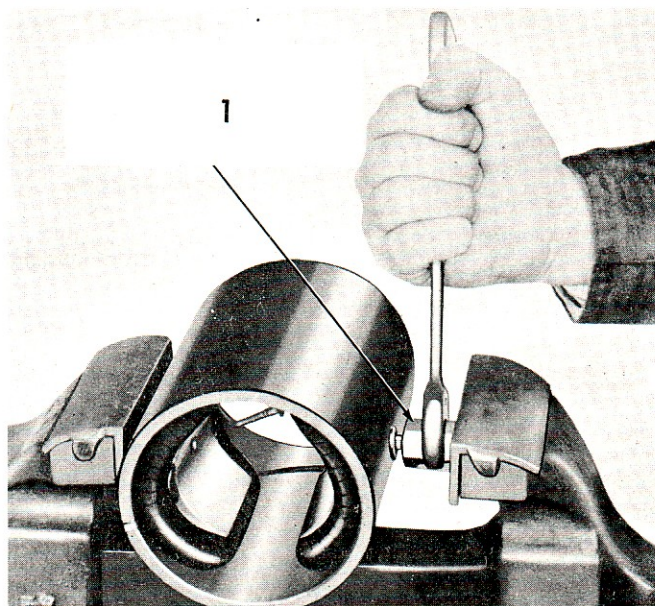

Fig. 20.
4. Desserrer les vis de masse polaire (Voir Fig. 20). Retirer ensuite ces vis et sortir les masses polaires et les bobines d'excitation de la carcasse.